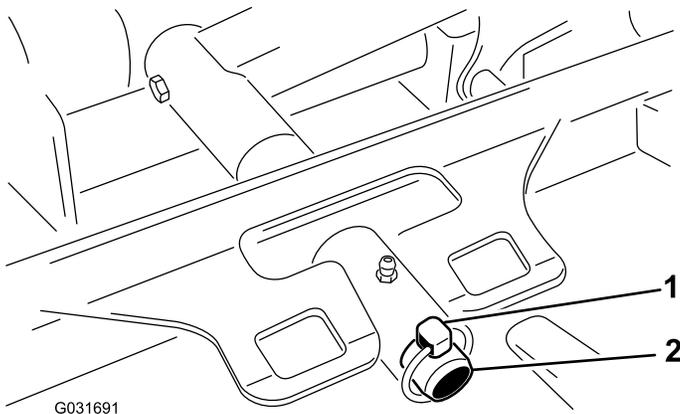

図 72
3. デッキのキャリアフレームを昇降アームのピボットピンに固定しているリンチピンを外す **図 72**。
3. デッキのキャリアフレームを昇降アームのピボットピンに入れ、リンチピンで固定する **図 72**。